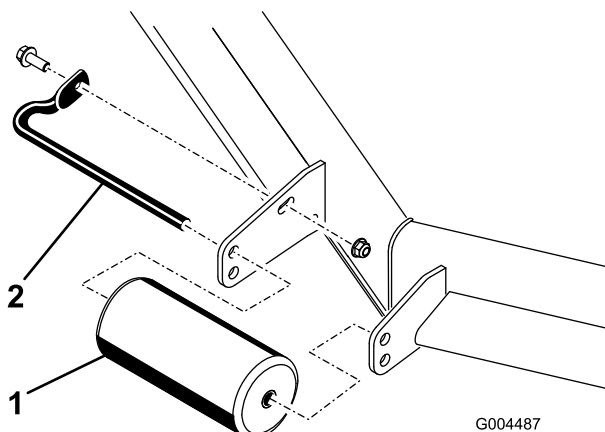

Figura 27
4. Retire os dispositivos de fixação que fixam cada rolo na plataforma do cortador e desloque os rolos para cima ou para baixo conforme desejado; consulte Figura 27 a Figura 31 conforme se aplique ao seu cortador.